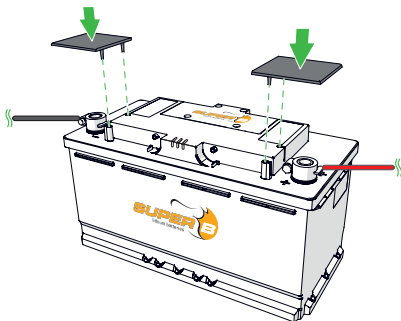

Abbildung 13. Platzieren Sie die zusätzlichen Kappen über die Anschlussklemmen
5. Platzieren Sie die zusätzlichen Kappen über die Anschlussklemmen. (Abbildung 13)